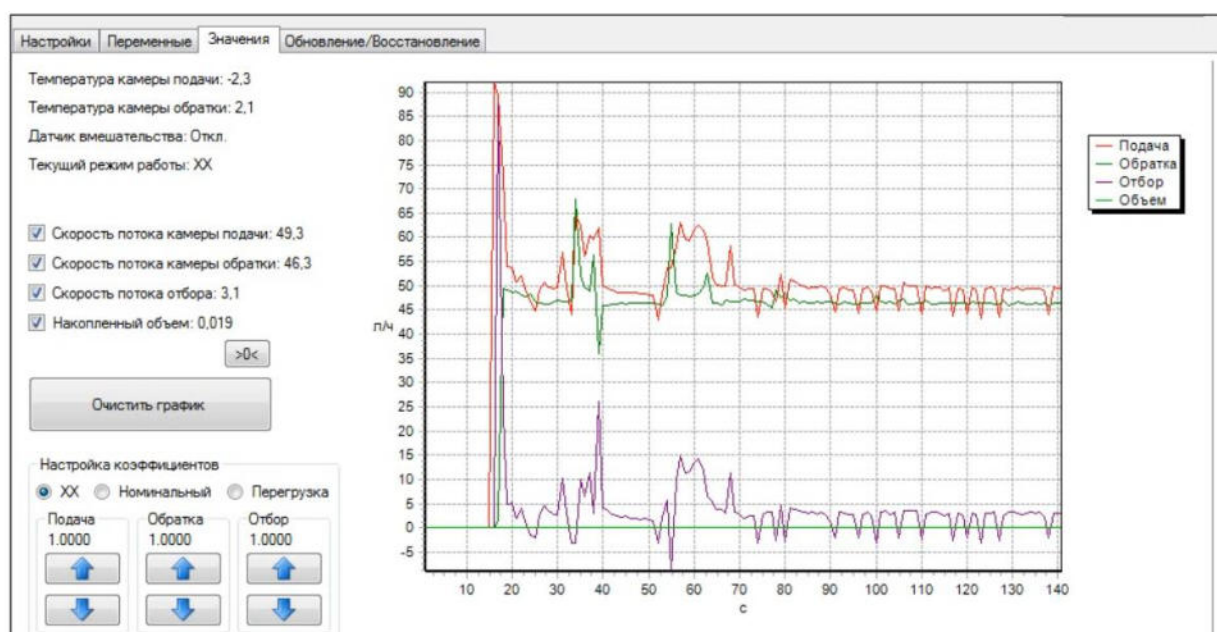

рис. 6.2. Снижение мгновенного расхода ниже нуля
- График «Отбор» показывает значения расхода топлива, вычисленные счетчиком. Для счетчиков eurosens Direct он совпадает с графиком «Подача». Для счетчиков eurosens Delta вычисляется как разность потоков «Подача» и «Отбор» (наиболее частый случай), либо как сумма «Подача» и «Отбор» в режиме суммирования. При вычислении разницы кратковременно может наблюдаться снижение мгновенного расхода ниже нуля (рис. 6.2). Это является нормой.